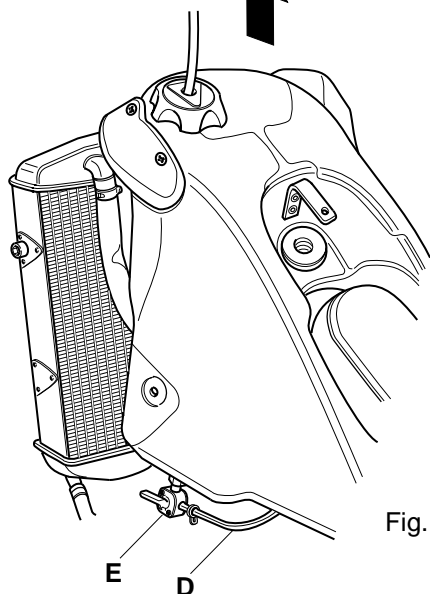

Fig. 38
3. Sollevare il serbatoio dopo aver staccato i tubi della benzina "D" (Fig. 38)
Ricordarsi di chiudere i rubinetti "E" (Fig. 38) prima di staccare i tubi benzina.
3. Riseing tank after to have broken off tubes of petrol "D" (Fig. 38).
Remembering to close taps "E" (Fig. 38) before of break offing petrol tubes.
3. Nach Abtrennen der Benzinleitungen "D" (Abb.38) den Behälter heben.
Vor Abtrennen der Benzinleitungen Hähne "E" (Abb.38) schliessen.
3. Soulevez le réservoir après avoir détachés les tuyaux de l'essence "D" (Fig. 38).
Se rappeler de fermer les robinets "E" (Fig. 38) avant d'enlever les tuyaux de l'essence.